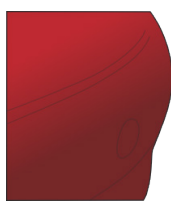

Figure 17
- › La pose est terminée. (FIG. 17)